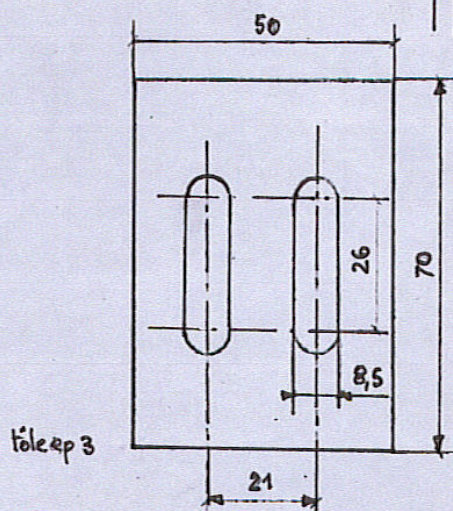

Fig. 11
- Réaliser 2 plaques selon figure 11 pages 12 et 13 et souder sur chacune 2 vis de diamètre 8 longueur 25 mm.